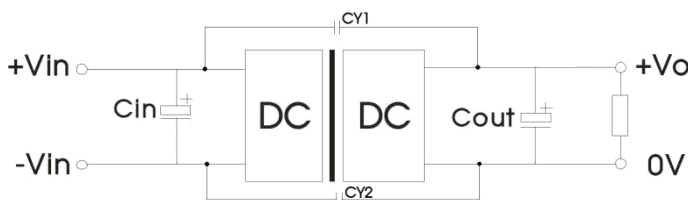

图 5
- ① 所有该系列的 DC/DC 转换器在出厂前, 都是按照 (图 5) 推荐的测试电路进行测试。
- ② 若要求进一步减少输入输出纹波, 可将输入输出外接电容 C_{in} 、 C_{out} 加大或选用串联等效阻抗值小的电容, 但容值不能大于该产品的最大容性负载。